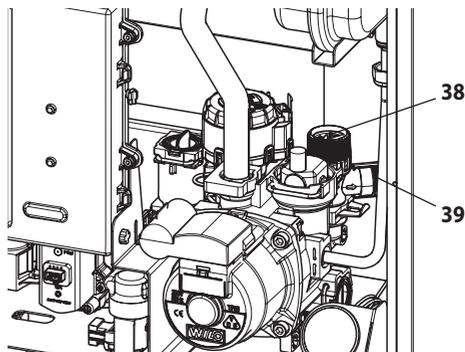

Figura 9.2
- Svitare in senso antiorario il raccordo 39 della valvola di sicurezza 38 che funge anche da scarico (Figura 9.2).